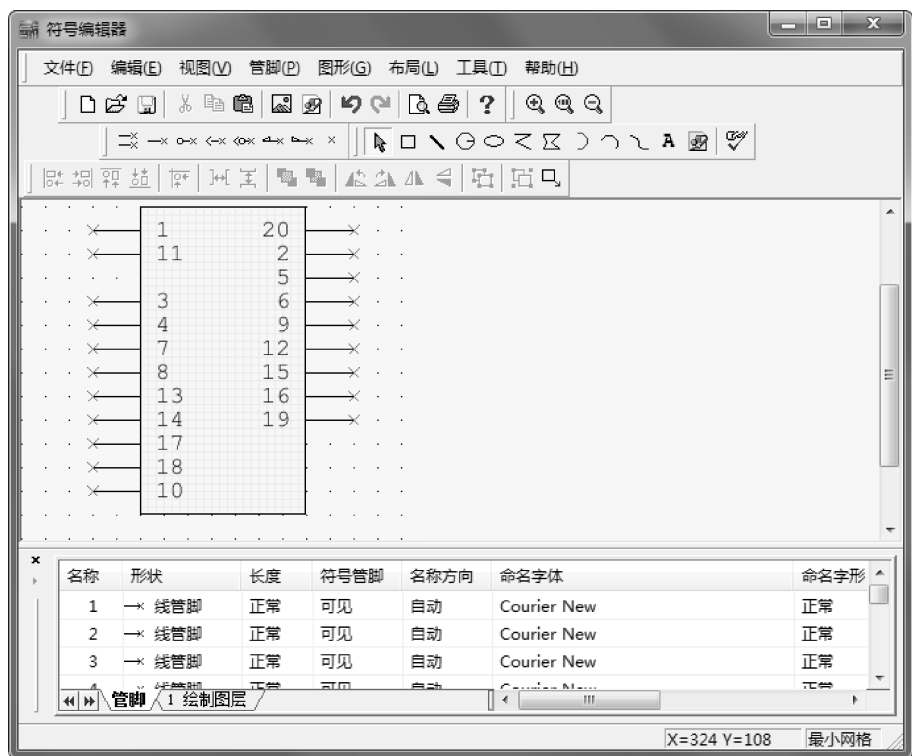

图 10-103 编辑引脚参数
③ 在工作区下方的“电子表格”面板中设置引脚“长度”为“正常”，结果如图 10-103 所示。